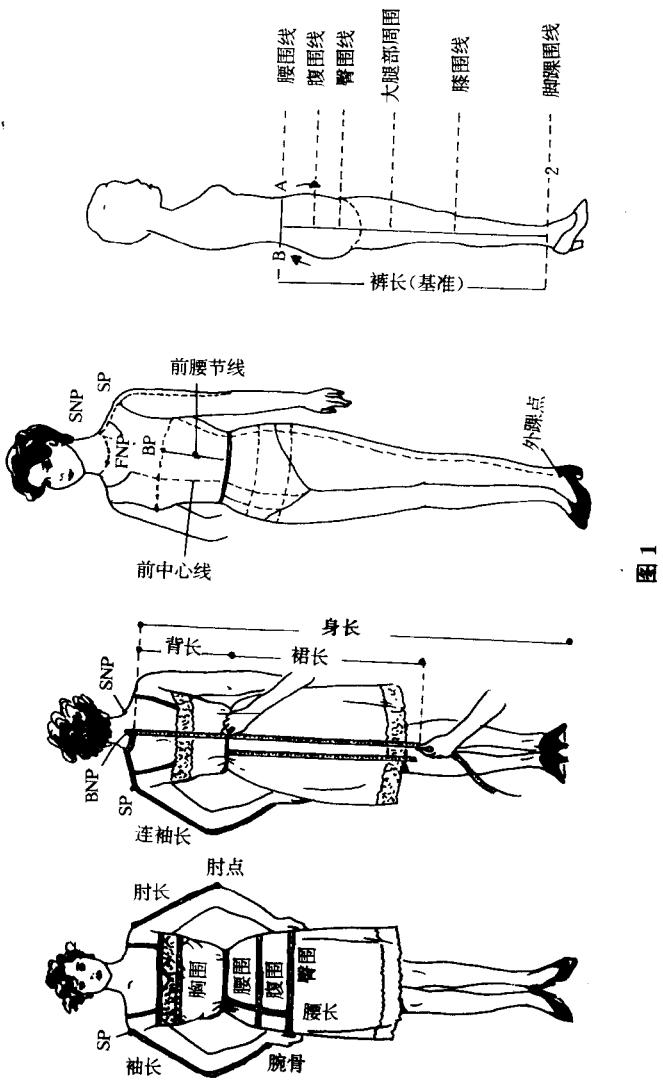
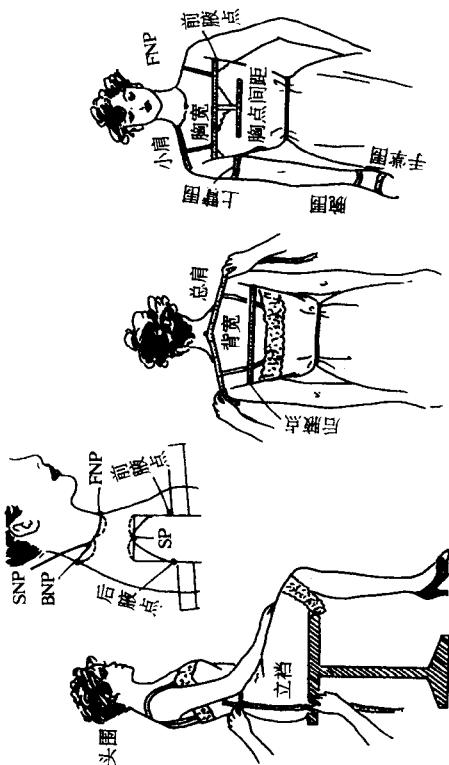

图 1
图 2
为了准确地测量人体，必须首先准确地找到人体的测量点。如图 1、图 2 所示。
肘点：图 1。
腕骨点：图 1。
外踝点：图 1。
颈围前中心点 (FNP)：图 1 为正面，图 2 为侧面。
颈围后中心点 (BNP)：图 1 为正面，图 2 为侧面。
颈侧点 (SNP)：图 1 为正面，图 2 为侧面。
肩端点 (SP)：图 1 为正面，图 2 为侧面。
胸点 (BP)：图 1。
前腋点：图 2 中有正面和侧面。
后腋点：图 2 中有正面和侧面。
胸围 (B)：自胸部最丰满处，过胸点 (BP)，水平围量一周 (图 1)。
背宽：后腋点左量至右 (图 2)。
胸宽：前腋点左量至右 (图 2)。
袖长：肩端点 (SP) 过肘点至手腕骨，(量时手臂稍弯曲) (图 1)。
连袖长：颈侧点 (SNP) 至肩端点 (SP) 过肘点至手腕骨 (图 1)。
肘长：肩端点 (SP) 至肘点 (图 1)。
胸高：自颈侧点 (SNP) 量至胸点 (BP) (图 1)。
胸点间距：两 BP 点之间的距离 (图 2)。
头围：过前额至脑后突出部位量一周 (图 2)。
颈根部周围 (N)：过颈侧点 (SNP)，颈围后中心点 (BNP) 颈围前中心点 (FNP) 围量一周，或颈围后中心点 (BNP) 至颈侧点 (SNP) 至颈围前中心点 (FNP) 的长度  $\times 2$  (图 2)。
臂围：围量上臂最粗处一周 (图 2)。
腕围：围量腕骨一周 (图 2)。
手掌围：五指并拢量其最宽处一周 (图 2)。
股上：腰围线坐量至凳面 (图 2)。
股下：腰围线垂量至脚踝点减去股上尺寸 (图 1)。
裙原型长 (膝长)：自腰围线垂量至膝围线 (图 1)。
腰围 (W)：自腰部最细处水平围量一周 (图 1)。
臀围 (H)：过臀部最丰满处水平围量一周 (图 1)。
腹围 (MH)：在腹部最丰满处，约在腰围线与臀围线的中间围量一周 (图 1)。